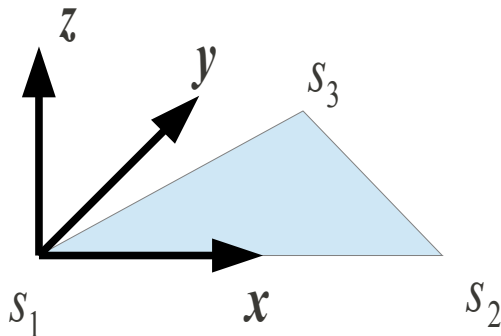

Figure 3.4-1: Repère intrinsèque pour une maille de type TRIA3
- Pour un triangle (cf. Figure 3.4-1) dont les sommets sont numérotés de s_1 à s_3 : il s'agit du repère formé par $x = s_1 s_2$, $y = z \wedge x$, $z = s_1 s_2 \wedge s_1 s_3$